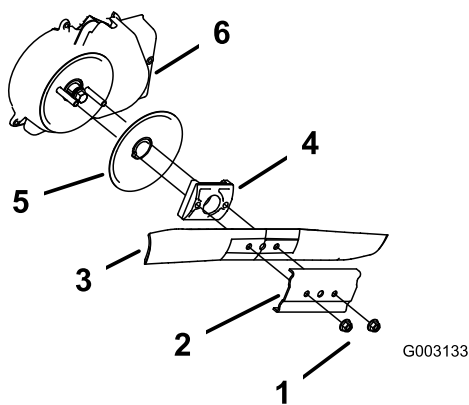

Figure 45
3. Retirez les 2 écrous de la lame et le renfort (Figure 45).
4. Déposez la lame (Figure 45).
5. Déposez le dispositif d'entraînement de la lame et le disque (Figure 45).
6. Déposez la protection du débrayage du frein de lame (Figure 45).
10. Reposez la lame et le renfort déposés précédemment (Figure 45).